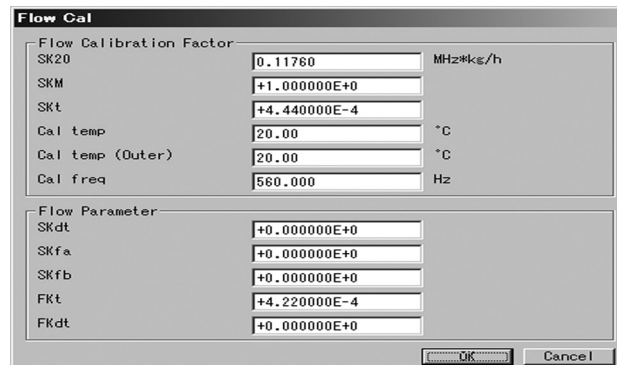

図41
- ① 画面上部メニューの「Setup(S)」をクリックし、「Charize sensor」のドロップダウンリストの中から「Flow Cal」を選び再度クリックします。
- ② 図41のようなメッセージボックスが現れます。ここでは流量ファクターを設定します。